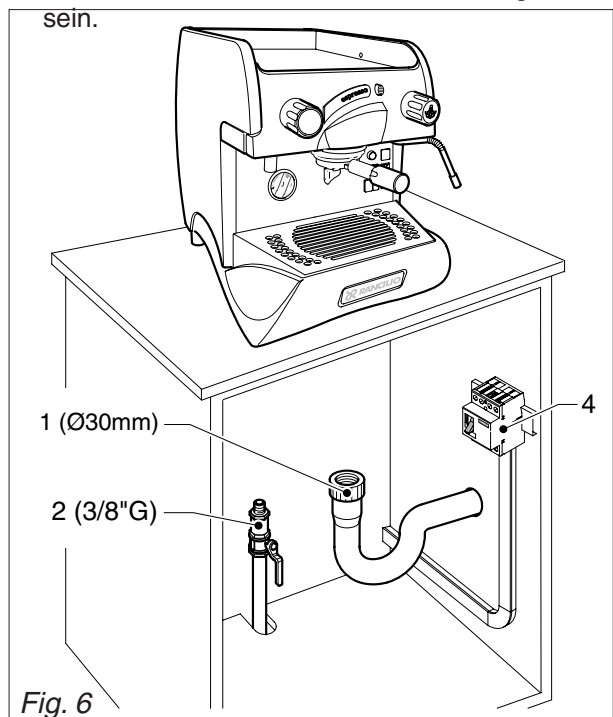

Fig. 6
#### 6.1.1. Wasseranschluß (Mod. E1 - S1) Abb.6
In beiden Fällen muss wie auf dem Maschinenschild steht (*Bild 1*), vor dem Stromkabel ein automatischer Fehlerstrom-Schutzschalter 4 (*Bild 6*) komplett mit Magnetauslösern vorgesehen sein. Die Kontakte müssen mindestens eine Öffnung von 3 mm oder mehr und einen Fehlstromschutz haben.
- Den Wasserzufuhrhahn 2 Abb.6 öffnen;